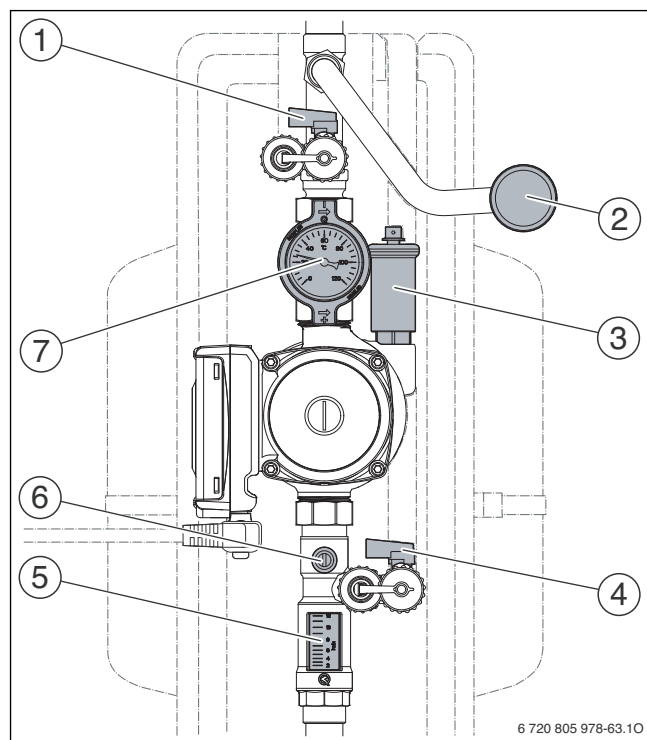

Bild 70 Übersicht Solargruppe
- ▶ Während der Schaltvorgänge Manometer (→ Bild 70, [2]) an der Solargruppe kontrollieren.
Wenn das Manometer (→ Bild 70, [2]) beim Ein- und Ausschalten der Solarpumpe Druckschwankungen anzeigt, die Solaranlage nochmals entlüften.
Umwälzung am Durchflussmesser (→ Bild 70, [5]) prüfen.
- ▶ Solaranlage am automatischen Entlüfter an der Solarpumpe nochmals entlüften (→ Bild 70, [3]) und Betriebsdruck auf 2,5 bar einstellen. Bei Anlagen über 12 m Höhenunterschied Kapitel 7.1 beachten.
- ▶ Volumenstrom am Durchflussbegrenzer (→ Bild 70, [5]) ablesen.
- ▶ Volumenstrom mit der Einstellschraube des Durchflussbegrenzers (→ Bild 70, [6]) soweit drosseln, bis der maximale Volumenstrom unterschritten wird.